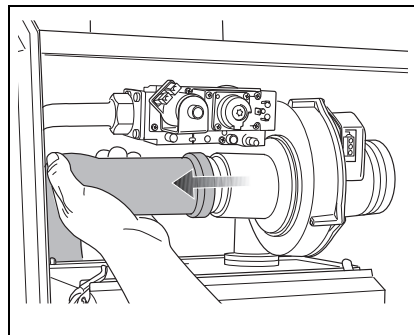

Fig. 6
- Rimuovere il tubo di aspirazione dal tubo Venturi (fig. 6).
- Retirar o tubo de aspiração de ar do Venturi (fig. 6).